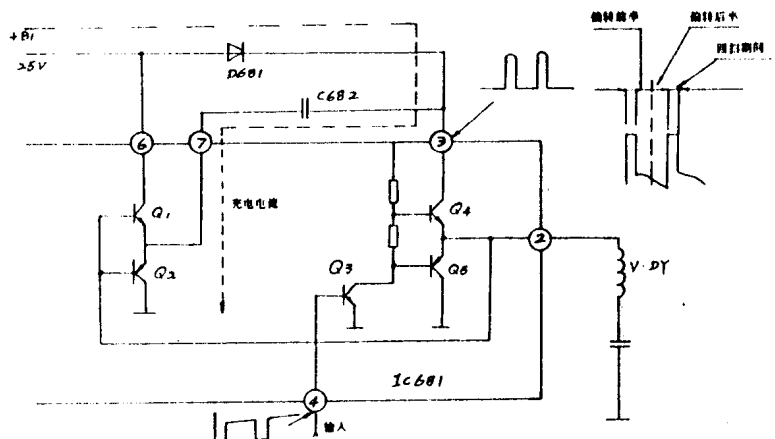

图 1—1
该机的场输出电路采用单端推挽（SEPP）无变压器输出方式（OTL 方式）。作为场输出电源，在回扫期间必须有较高的电源电压，而在扫描期间以低电压为佳。这里采用了仅在回扫期间产生高压的激励电路，以降低电路损耗。相关电路原理图见图 1—1 所示。
②脚电压下降，激励电路的 Q2 也处于导通状态。由于 Q2 的导通，就产生了如图 1—1 中虚线方向所示的充电电流，C682 按图示极性充电至 25V 左右。